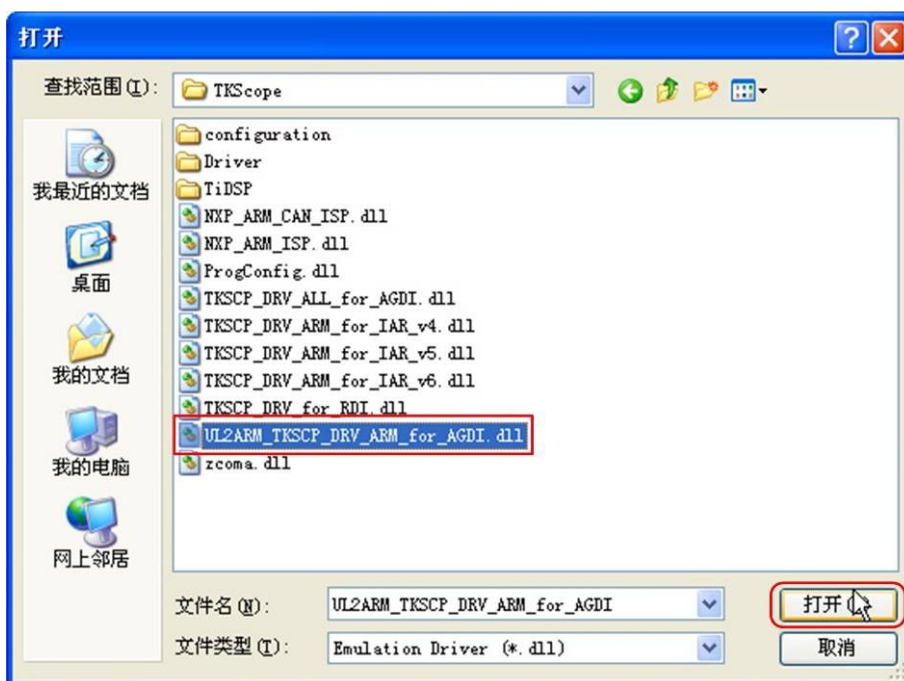

图 3.14 选择驱动
- (1) 若选择硬件调试，则需要为目标添加驱动，驱动文件路径与 TKStudio 软件安装路径相关。单击【增加】按钮，弹出打开窗口如图 3.14 所示，选择驱动文件(本文示例为 D:\\Program Files\\Zhiyuan Electronic\\TKStudio\\DRV\\TKScope\\UL2ARM\_TKSCP\_DRV\_ARM\_for\_AGDI.dll)，然后双击或单击【打开】按钮，将弹出如图 3.14 所示选择驱动路径对话框。